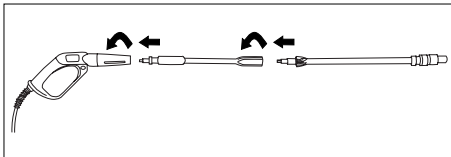

Figure 4 - Branchement de Pistolet/Lance
2. Insérer la lance réglable dans la lance courte et tourner dans le sens des aiguilles d'une montre jusqu'à la butée positive tel qu'illustré à la figure 4.